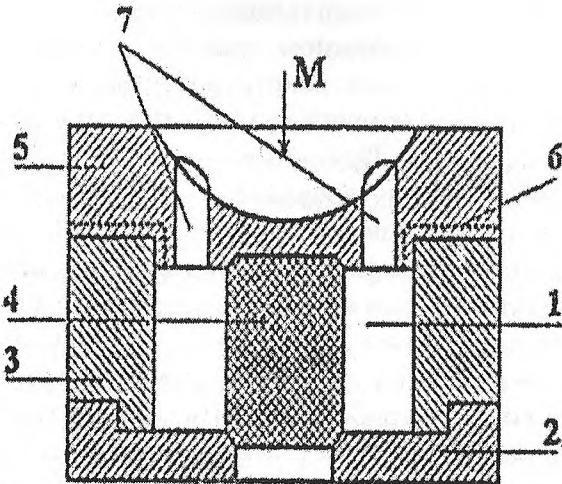

Рисунок 3.2 – Эскиз разреза металлической формы – кокиля
- 4.2. Изучить технологический процесс получения отливок литьем в кокиль. Изучить конструкцию кокиля (рисунок 3.2), собрать литейную форму.